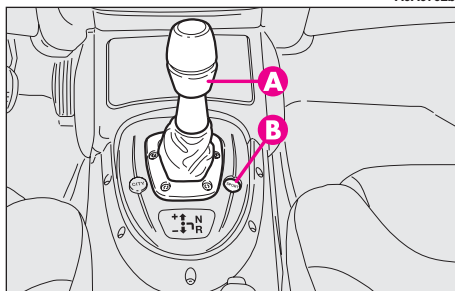

fig. 124
2) sportive (activée par le bouton **B-fig. 124**): elle privilégie une conduite sportive.
La logique de fonctionnement sportive est sélectionnée en appuyant sur le bouton **SPORT (B-fig. 124)** placé sur la plaque du sélecteur; lorsque la modalité est sélectionnée, apparaît l'inscription **SPORT** sur l'affichage.
- du sélecteur placé sur la console centrale (**A-fig. 124**);